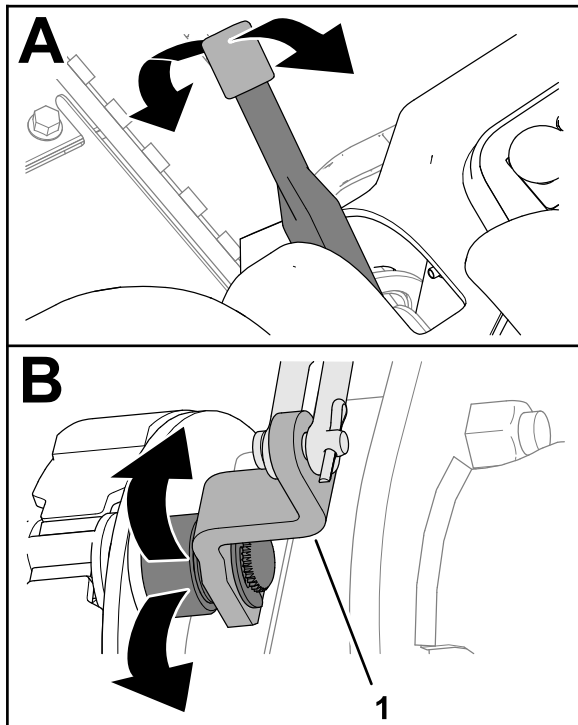

Рисунок 83
2. Переведите рычаг стояночного тормоза вверх и вниз, чтобы убедиться, что рычаг кулачка тормоза перемещается свободно (Рисунок 83).